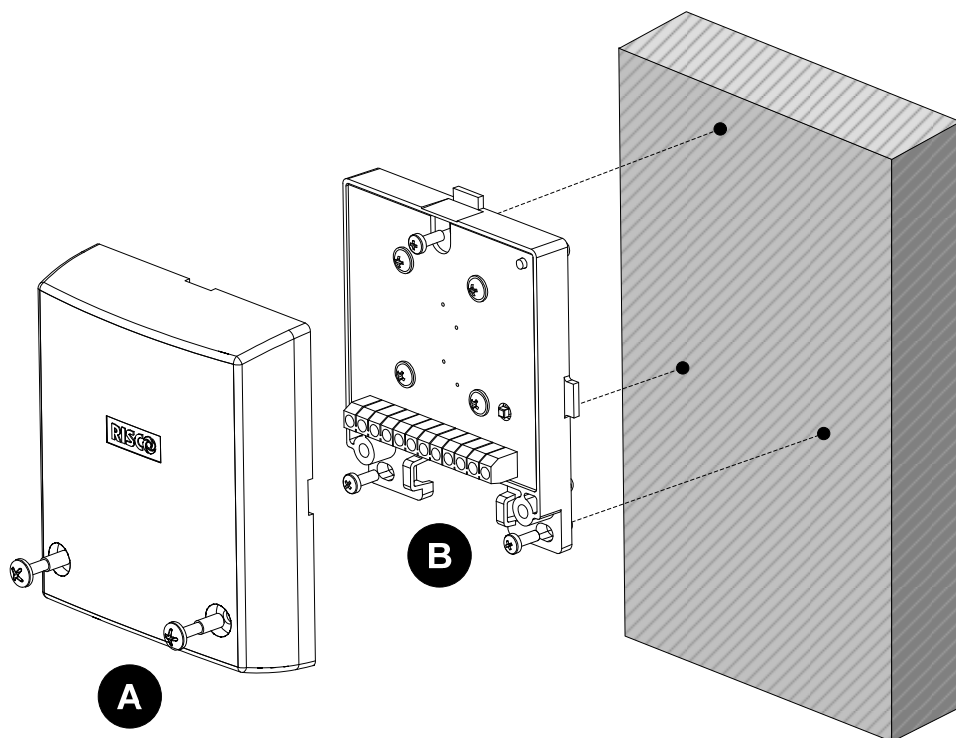

Figura 1: Installazione del microfono selettivo direttamente su di una superficie metallica
10. Rimuovere le viti di fissaggio del coperchio per separare quest'ultimo dalla base, vedere la Figura 1(A) / 2(B).
Installazione diretta su di una superficie metallica (Figura. 1)
- c. Fissare il microfono selettivo utilizzando le viti fornite, vedere la Figura 1(B).
16. Riposizionare il coperchio e stringere le viti di fissaggio, vedere la Figura 1(A) / 2(B).